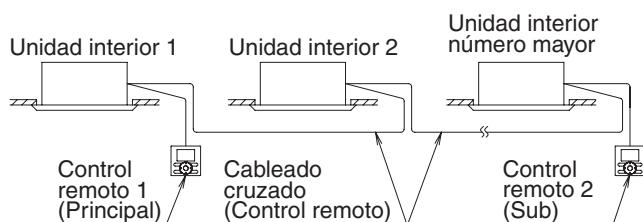

Fig. 29
- Cuando utilice el control grupal y el control a base de 2 controles remotos al mismo tiempo, conecte el control remoto 2 (Secundario) a la unidad interior en el extremo del cableado cruzado (el número mayor). (**Consulte Fig. 29**)